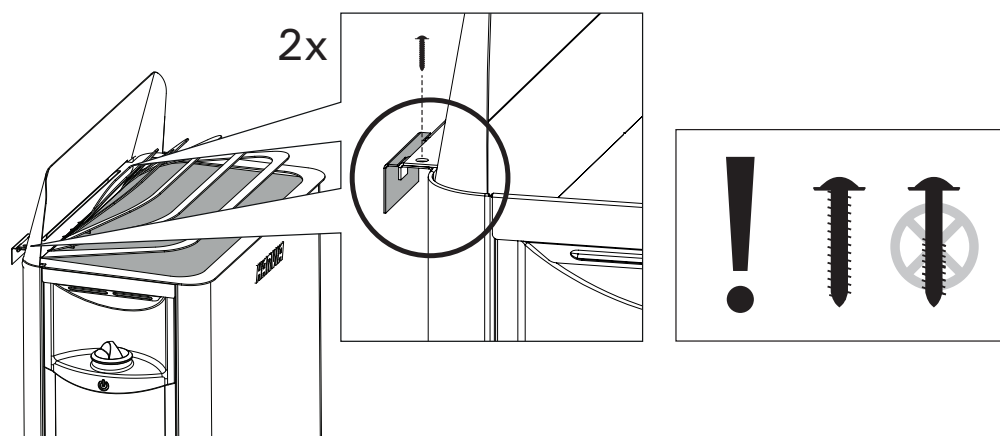

Figure 7. Installation du support mural. (2.) and the heater (3.-5.).
2. Voir le schéma de câblage correspondant au modèle de poêle (voir fig. 7). Le poêle doit être installé de manière permanente en utilisant une conduite hermétique entre le poêle et le mur de la cabine (les marettes de raccord ou prises de courant mâle ne sont pas autorisés dans la cabine). Le câblage doit être effectué par un électricien agréé qui doit suivre le schéma de câblage fourni et respecter les codes locaux. Utilisez du fil de cuivre du bon calibre pouvant résister à une température de 194 °F (90 °C) à l'intérieur des murs du sauna. Utilisez les bornes de terre prévues sur
1. Raccorder le câble d'alimentation (fig. 7:1) au poêle.
3. Soulevez le radiateur dans le support et assurez-vous qu'il est centré (figure 7:3). Installez le support de montage (A) et posez les pierres du sauna (B) conformément aux instructions.
4. Installez la protection de sécurité (fig 7:4:1) et le guide vapeur (7:4:2-3) au poêle et au support mural.
5. Fixer le poêle sur le support mural en serrant deux vis derrière le guide de vapeur (figure 7:5).